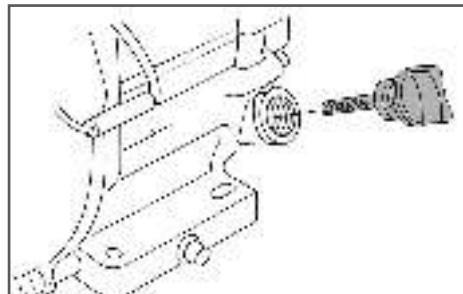

Рис. 5 Крышка-щуп маслозаливной горловины
- Открутите крышку-щуп маслозаливной горловины и извлеките щуп (Рис. 5).
2. Выкрутите крышку-щуп маслозаливной горловины и извлеките щуп (Рис. 5).